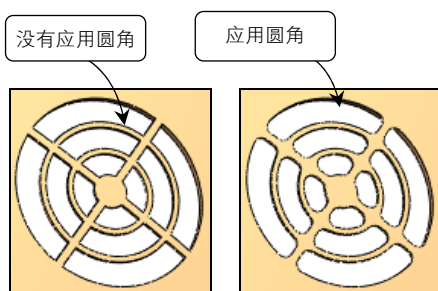

图 6-37 圆角半径的运用
- 圆角半径：设定圆角半径，应用于边界、筋、翼梁和填充边界之间的所有相交处，如图 6-37 所示。